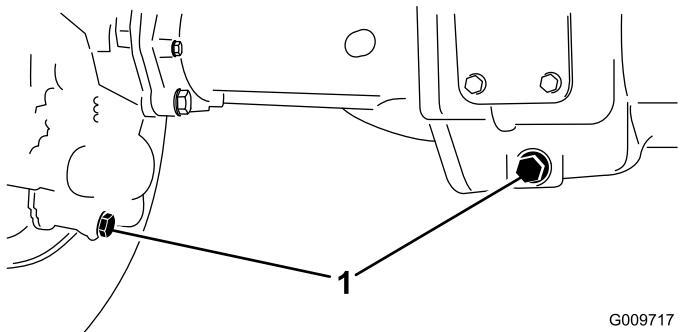

図 67
2. ドレンプラグそれぞれの端部に1本ずつ、中央に1本全部で3本の周囲をきれいにする図 67。